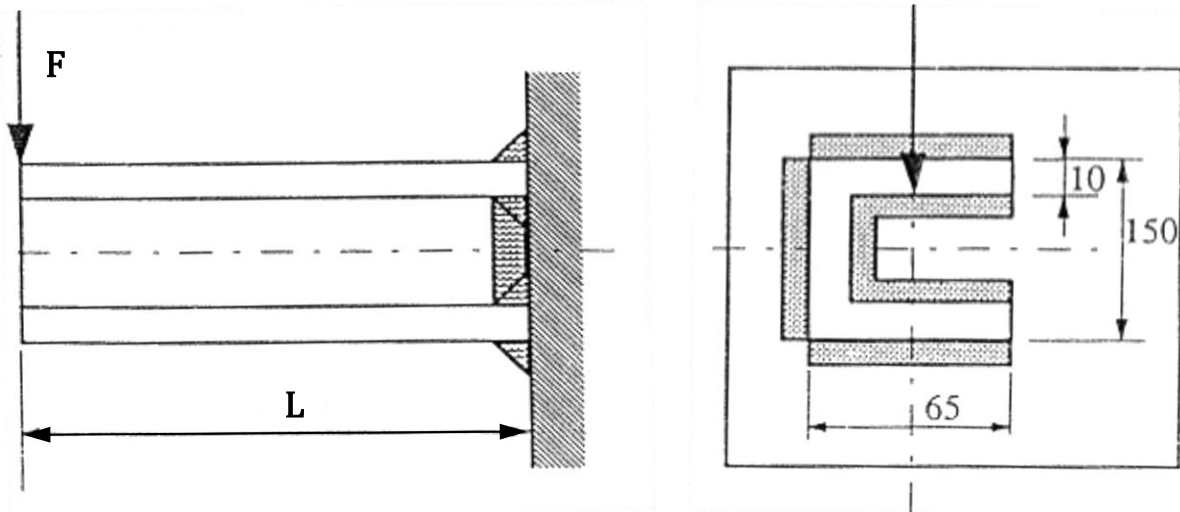

Figura 1.3
1.2.2 Utilizando o Eurocódigo 3 (NP EN 1993-1-8:2010), determine a espessura do cordão de soldadura necessário para ligar um perfil em U à parede vertical, ver Figura 1.3. O material do perfil é um aço DIN St-37, a força $F=25$ kN e $L= 250$ mm. Considere um coeficiente de segurança de 1,5.